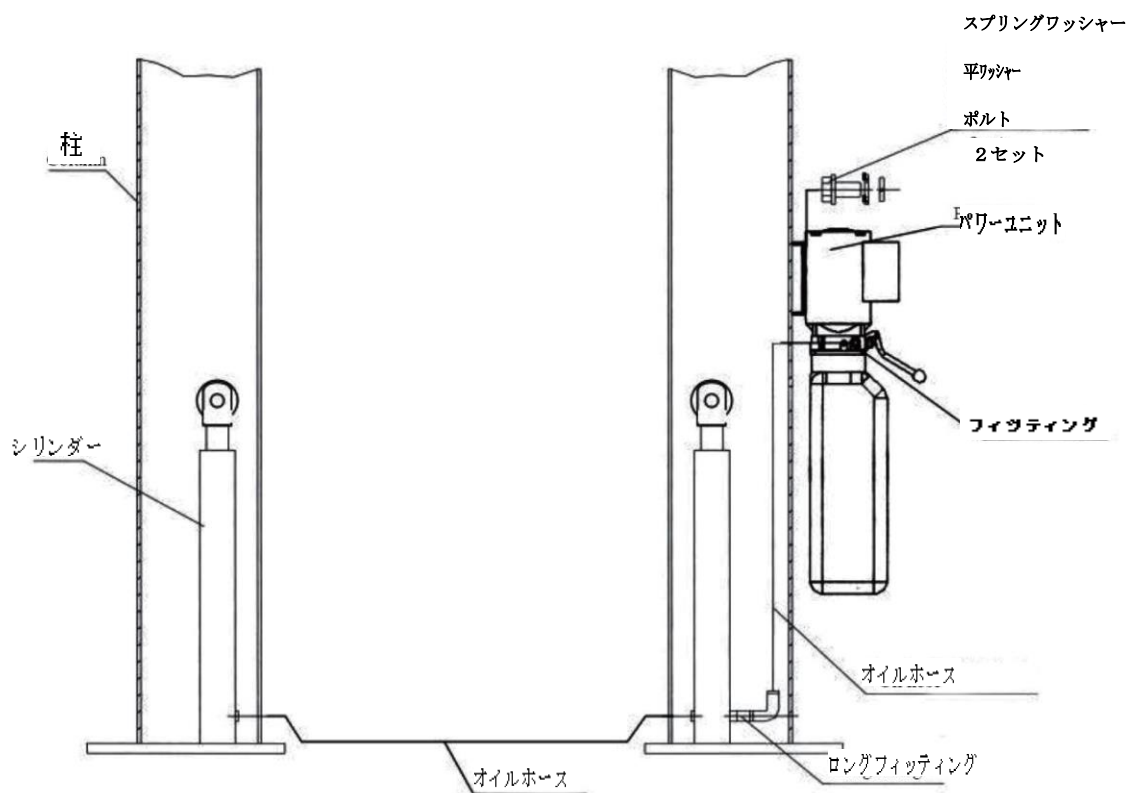

図 12a
- ・2つの M10 ボルトを使用してパワーユニットを固定します（図 12a、12b を参照）。 門型 2 柱リフトの場合は、**図 12b** に示すように油圧ラインを取り付け、2 柱リフトの場合は、**図 12a** に示すように油圧ラインを取り付け、すべてのフィッティングを締めてオイル漏れを防ぎます。